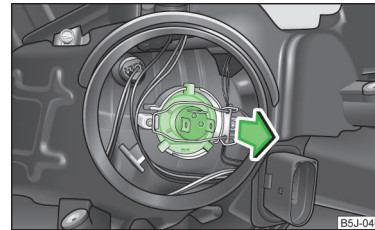

Abb. 155
- › Den Stecker an der Glühlampe abziehen, den Sicherungsbügel entriegeln und die Glühlampe herausnehmen » Abb. 155.